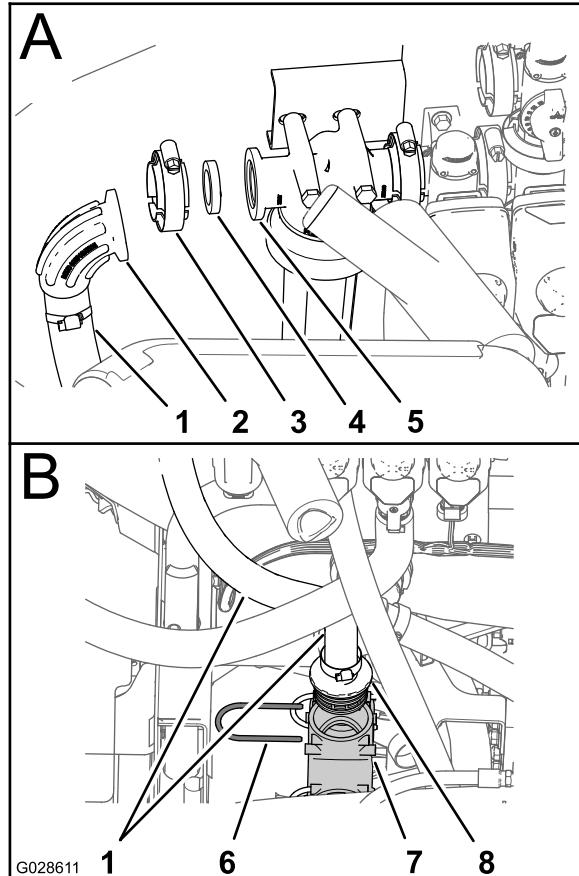

図 17
1. 圧力フィルタヘッドからフランジクランプ、ガスケット、エルボ、入口 インレット ホースを外す 図 17のA。
2. インレットホースのバーブ付きストレートフィッティングをスプレーヤの下側T字フィッティングに固定しているリテーナを外してインレットホースを機体から取り外す 図 17のB。